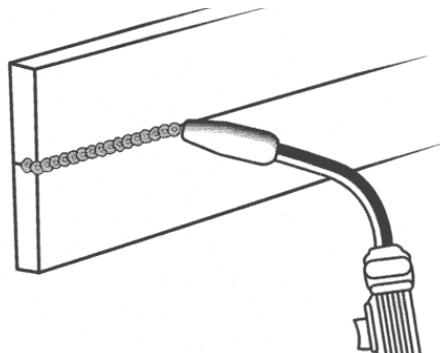

Figura 15. Posición Horizontal
2. POSICIÓN HORIZONTAL (Figura 15) es la siguiente en grado de dificultad. Se hace igual que la soldadura plana excepto que el ángulo B (ver POSICIÓN DE LA PISTOLA SOBRE LA PIEZA DE TRABAJO en la página 49) es tal que el alambre, y por lo tanto la fuerza del arco, se dirige más hacia el metal encima de la junta. Esto ayuda a que el charco de soldadura no escurra hacia abajo y se desplace con suficiente lentitud para lograr buena penetración. Un buen punto de partida para el ángulo B puede ser de unos 30 grados ABAJO de la perpendicular con la pieza de trabajo.
3. POSICIÓN VERTICAL (Figura 15) es la siguiente posición más difícil. Jalando la pistola de arriba hacia abajo puede ser más fácil para mucha gente, pero en algunos casos puede ser difícil evitar que escurra la soldadura fundida del charco hacia abajo. Al empujar la pistola hacia arriba se puede controlar mejor el charco y se puede avanzar a menor velocidad para lograr mayor penetración. Cuando se suelda una junta vertical, el ángulo B (ver POSICIÓN DE LA PISTOLA SOBRE LA PIEZA DE TRABAJO en la página 49) se mantiene usualmente a cero grados, pero el ángulo A variará de 45 a 60 grados para tener mejor control del charco de soldadura fundida.